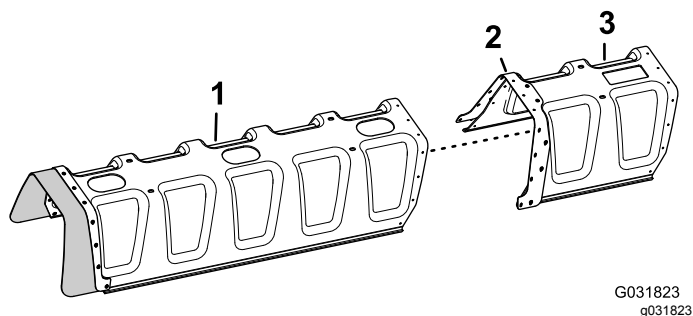

Figura 232
- Allineate i fori della piastra di rinforzo (fila doppia) sulla prolunga della copertura con i fori nell'estremità della copertura della barra a 11 ugelli (Figura 232).